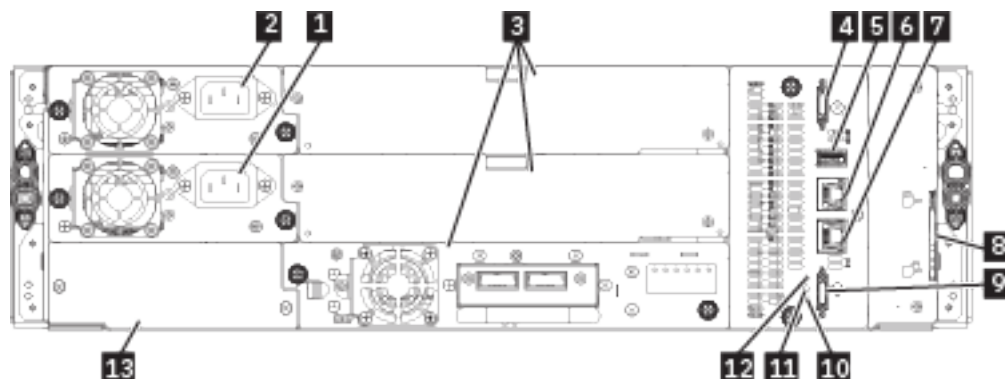

Figura 64. Panel posterior
2. En la parte posterior de cada módulo (base y expansión), en el controlador de módulo, consulte Figura 64 en la página 103 y Tabla 42 en la página 103.